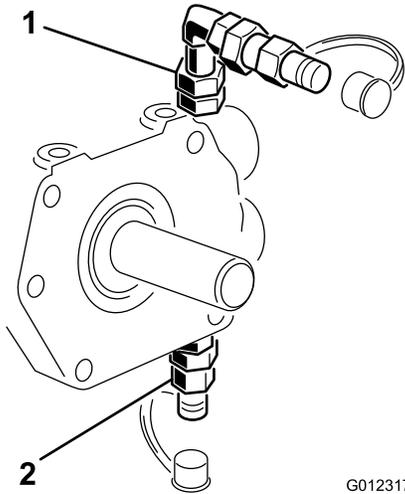
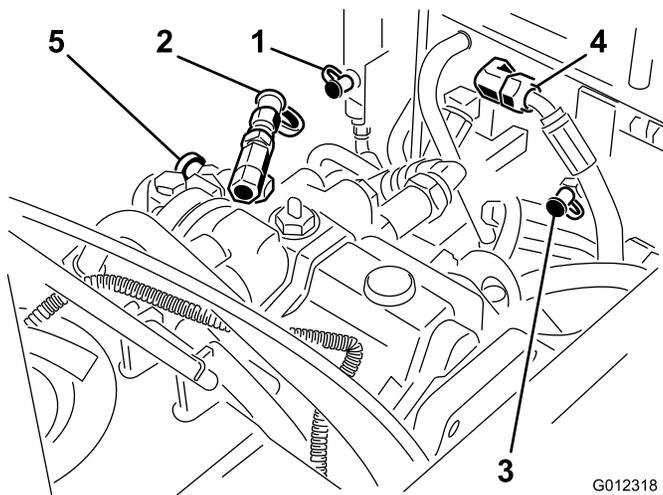

Bild 46
Bild 47
Mit den Testanschlüssen (Bild 46 und Bild 47) prüfen Sie den Druck in den hydraulischen Kreisen. Prüfen Sie alle Drücke, wenn der Motor bei Vollgas läuft und das Hydrauliköl die normale Betriebstemperatur hat. Ihr Toro Vertragshändler ist Ihnen bei Fragen gerne behilflich.
- Der Vorwärts- und Rückwärtsantrieb (Bild 46) (hinter den Radmotoren) hat eine normale Entlastungseinstellung von ca. 5300 psi und einen Batterieladedruck von 50 bis 150. Verwenden Sie ein Messgerät mit einer Skala von 7500 bis 10.000 psi.